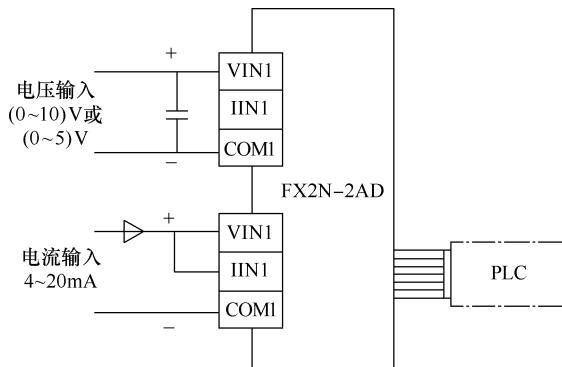

图 6-5 FX2N-2AD 的接线
1. FX2N-2AD 的接线 (见图 6-5)。
2) 对于电流输入, 应按照如图 6-5 所示短接 VIN1 和 IIN1。
3) 当电压输入存在电压波动时, 连接一个 0.1 ~ 0.47 μF/DC25V 的电容器, 如图 6-5 所示。